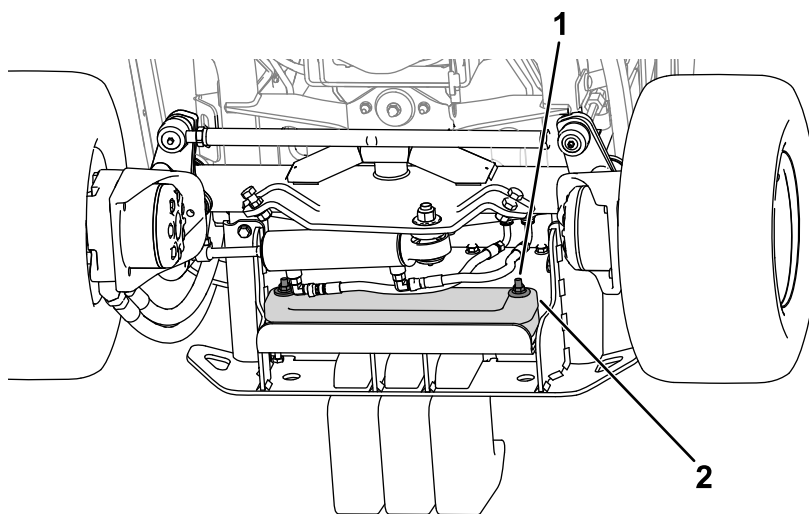

Figura 19
2. Utilizzate la bulloneria per fissare le zavorre al paraurti (Figura 19).